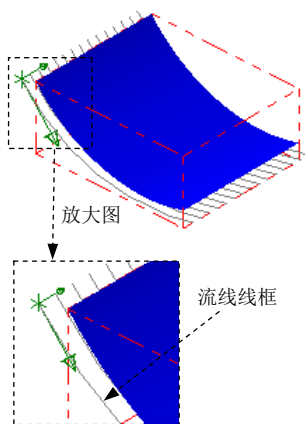

图 10.5.5 曲面流线条框
Step3. 设置曲面流线形式。单击“刀具路径的曲面选择”对话框 **曲面流线** 区域的  按钮，系统弹出“曲面流线设置”对话框，如图 10.5.4 所示。同时图形区出现流线形式线框，如图 10.5.5 所示。在“曲面流线设置”对话框中单击 **补正方向** 按钮和 **切削方向** 按钮，改变曲面流线的方向，结果如图 10.5.6 所示。单击 ✓按钮，系统重新弹出“刀具路径的曲面选择”对话框，单击 ✓按钮，系统弹出“曲面粗加工流线”对话框。